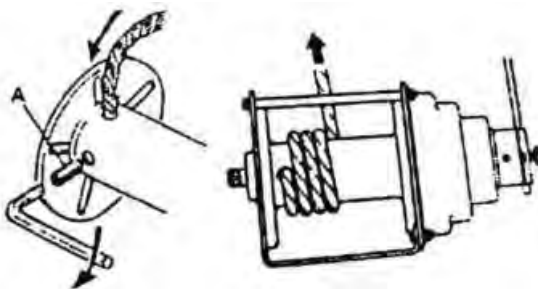

Рисунок 3
Монтаж троса для лебедки 1 т (см. рисунок 3) - Ослабьте фиксирующий болт или установочный винт и вставьте конец троса в барабан на 72 мм до конца троса. Плотно затяните фиксирующий болт.
• Для того, чтобы перетаскивать грузы на короткие расстояния, необходимо выполнить следующие требования (см. таблица 3, рисунок 3)